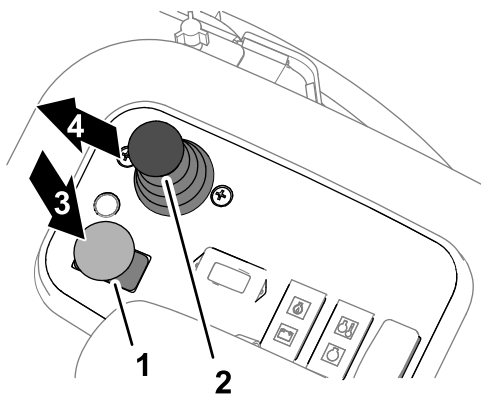

Bild 50
3. Stellen Sie den Mähwerk-Antriebsschalter in die AUSGEKUPPELT-Stellung (Bild 50).
5. Stellen Sie den Hebel zum Absenken bzw. Anheben der Mähwerke nach vorne (Bild 50).